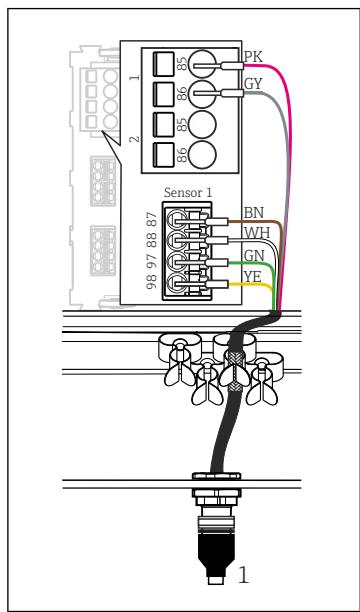

図 32 M12 プラグインコネクタ（センサモジュールでの例）
- このタイプの接続では、機器は工場ですでに配線されています (→ 図 32)。
- ▶ センサケーブルのコネクタ（→ 図 32 項目 1）を M12 ソケットに直接差し込みます。